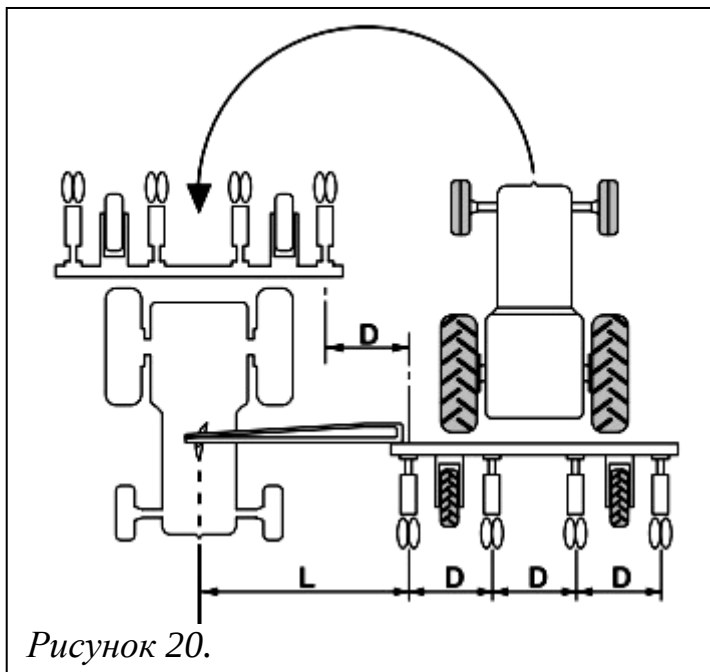

Рисунок 20.
Маркер рядов - это устройство по разметке ориентировочных линий на участке земли, параллельных проходу трактора. Когда трактор доходит до конца участка и совершает разворот, он проследует по ориентировочной линии своим центром (L) (рис. 20).
Для правильного определения и выставления длины маркеров руководствуйтесь схемой на рис. 20 и формулой: